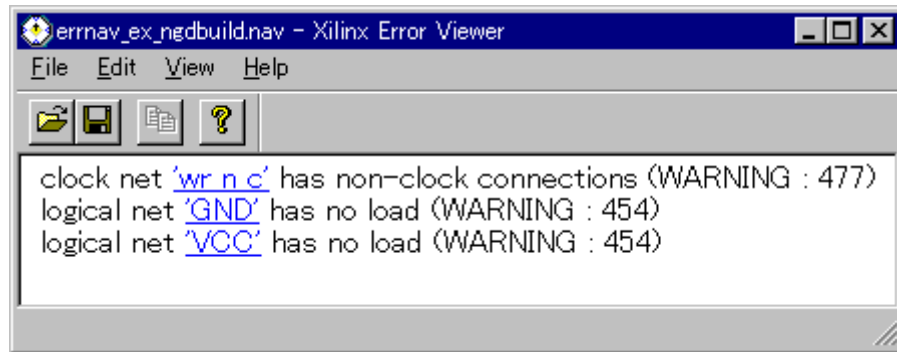

図 7: Synplify で合成したデザインのナビゲーションレポートの例
5. Design Manager またはコマンドラインから Error Viewer を起動します。Error Viewer ウィンドウに NGDBuild からの DRC エラーおよび警告メッセージが表示され、問題の発生したネット名が **図 7** のように表示されます。